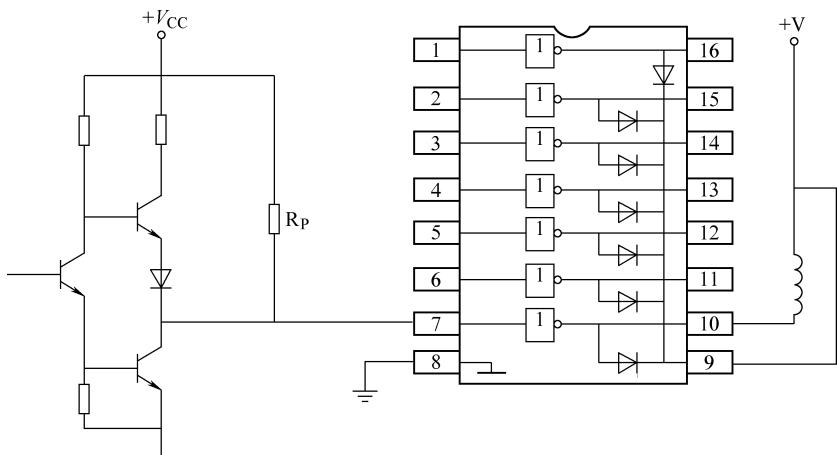

图 5-16 ULN-2003A 内部框图
- (16) ULN-2003A 内部框图 (见图 5-16)